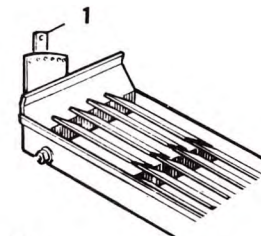

Bild 23.
Sållapparaten har fyra sållytor, se bild 2, försållet 20, bossållet 16, rensållet 17 och returgallret 15. Dessa är avpassade så att jämn fördelning av luftströmmen från fläkten erhålls över hela ytan hos samtliga såll. Bossållets och rensållets öppningar kan varieras med reglagen på tröskans vänstra sida. Returgallrets öppningar ställs in med reglaget 1, bild 23 (under halmhuven).
2. Ställ in returgallret enligt tabellen. Inställning görs med spaken 1, bild 23.